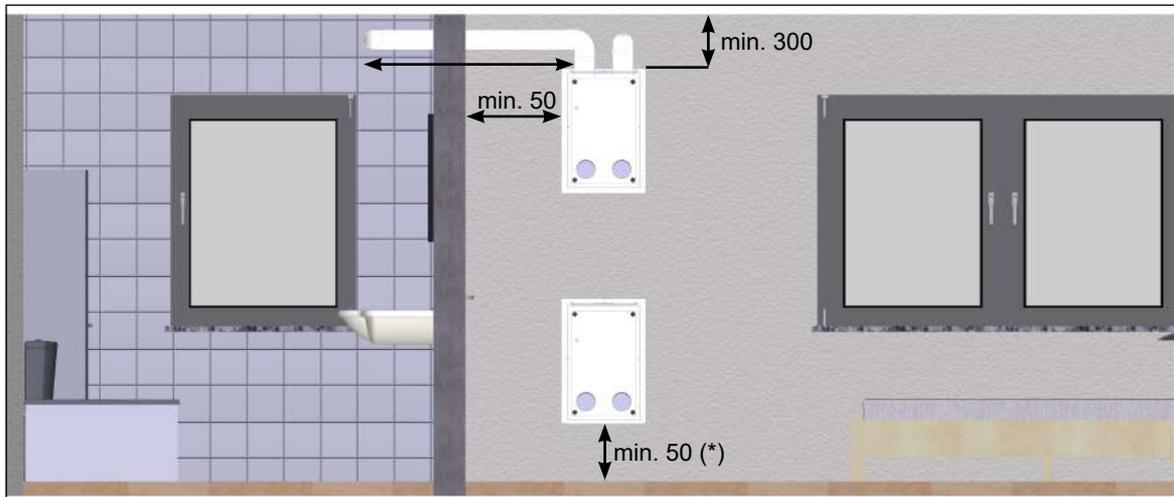
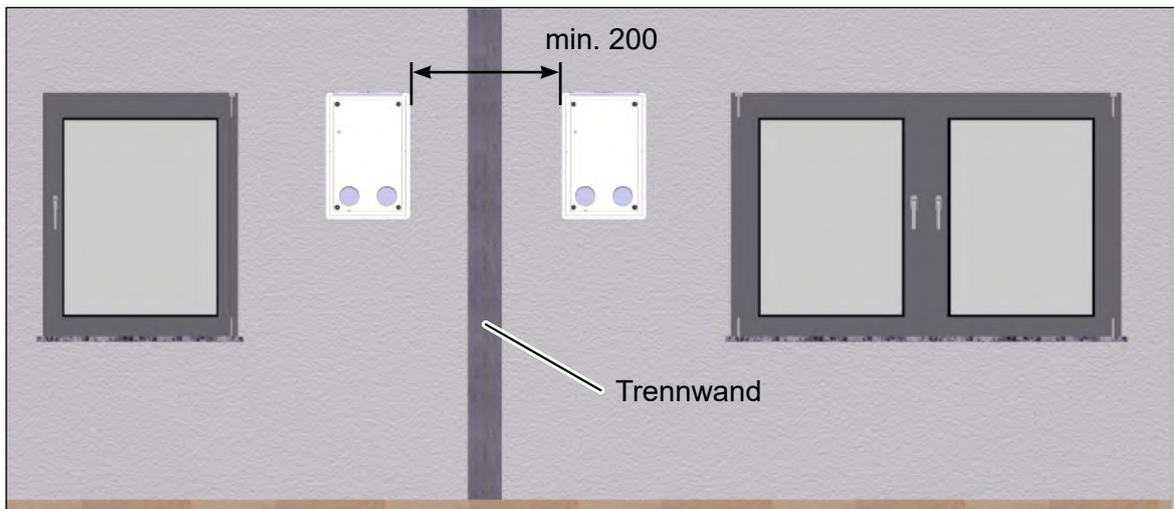

Abb. 4: Mindestabstände und Positioniermöglichkeiten des Montagesets M-WRG-II M-U², Maße in Millimeter
Abb. 5: Seitlicher Mindestabstand zwischen zwei Mauerkästen, Maße in Millimeter
- Das Montageset Unterputz (Mauerkasten) muss so installiert werden, dass die Öffnungen für Flexrohr- oder Flachkanalanschluss nach oben zeigen (siehe Abb. 4).
- ▶ Achten Sie auf folgende Mindestabstände (siehe Abb. 4 und Abb. 5):
- Der Abstand der seitlichen und unteren Mauerkastenkante zu angrenzenden Flächen sollte mindestens 50 mm (Ausnahme: bei Verwendung eines Kondensatanschlusses, siehe (*) in Abb. 4) betragen. Mit Einhaltung des Mindestabstands lässt sich das Lüftungsgerät leichter bedienen. Ebenso kann der Luftfilterwechsel ohne Beeinträchtigung durchgeführt werden.